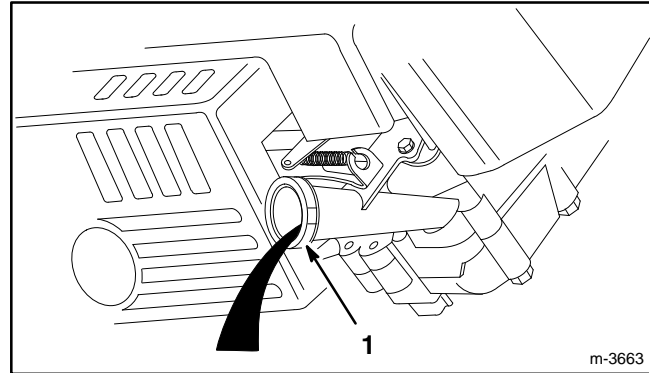

Abbildung 22
6. Den Mäher auf die linke Seite kippen, damit das Öl in die Wanne ablaufen kann (Abb. 22).